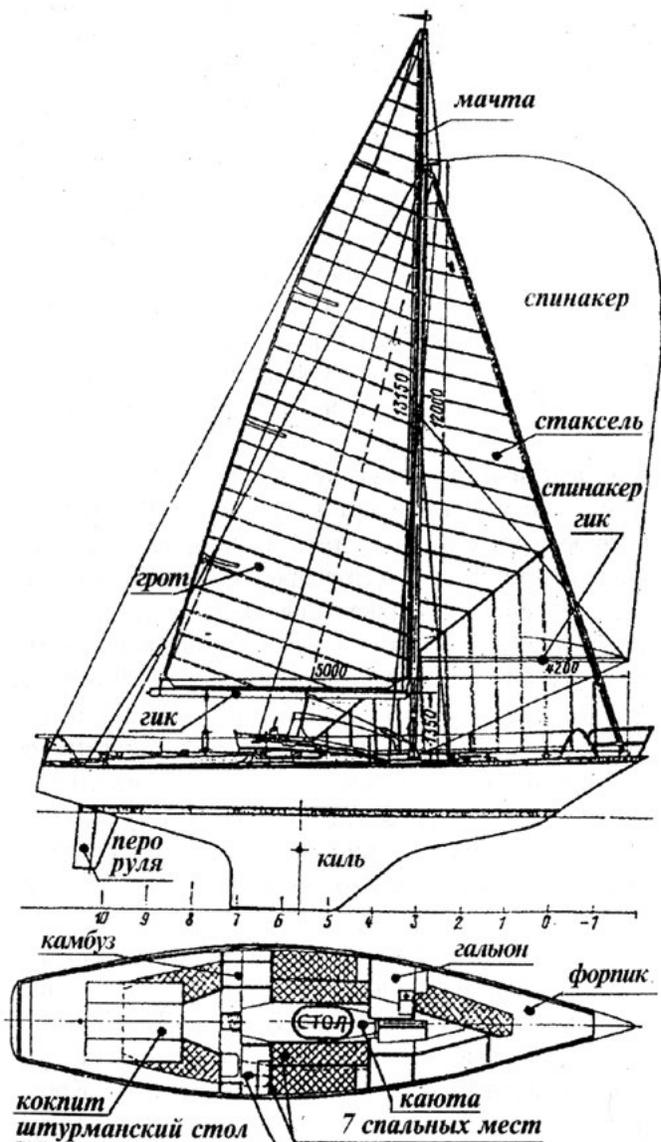

Рис. 1.1 Крейсерская яхта "РИЦА"
Парусно-моторное судно, предназначенное для спорта и отдыха назовем ЯХТОЙ. Если яхта имеет бытовые удобства (спальные места, камбуз, галюнь, штурманский стол) - это КРЕЙСЕРСКАЯ ЯХТА, предназначенная для более-менее продолжительного плавания. (Рис.1.1) если бытовые удобства отсутствуют, то это - ГОНОЧНАЯ ЯХТА.
1. Вынести грот из каюты, извлечь из парусного мешка (КИСЫ), освободить ШКОТОВЫЙ УГОЛ и поднести к ГИКУ со стороны мачты. Гик - это горизонтальное рангоутное «дерево», имеющее ликпаз для размещения ликтроса грота (Рис. 1.1, 1.3, 1.4)